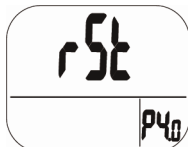

Abb. 16: Reset-Modus
- Drücken Sie die ▲-Taste nun dreimal, um in den P4.0-Modus für den Reset zu gelangen (Abb. 16)